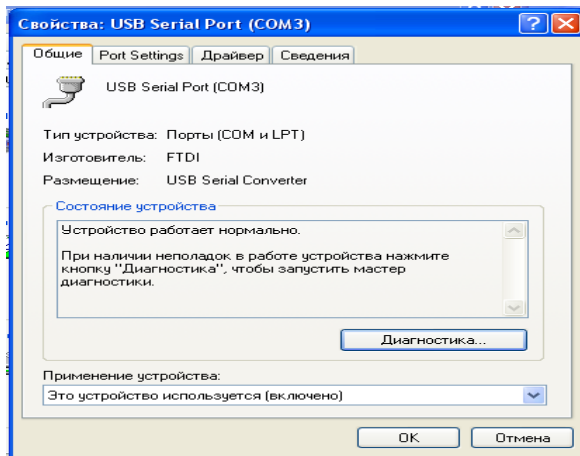

Рисунок 17
- Для изменения текущего номера COM-порта необходимо двойным щелчком по записи «USB Serial Port» вызвать окно «Свойства: USB Serial Port (COM3)» (см. рисунок 17).